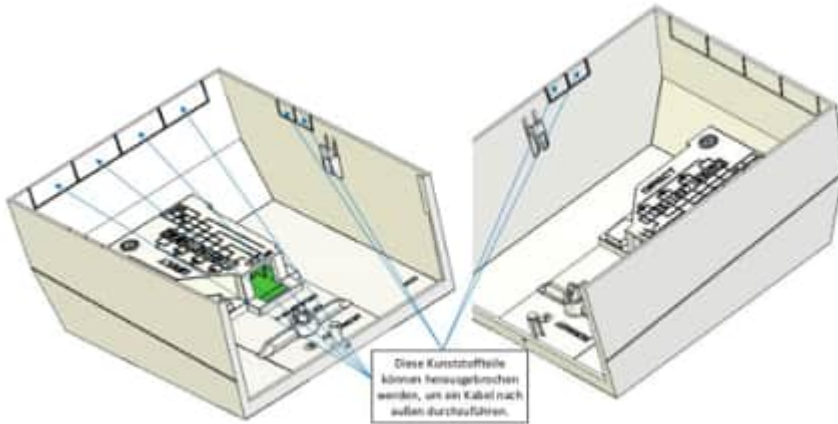

Abbildung 23 – Stellen, an denen ein externes Antennenkabel verlegt werden kann
- Der Anschluss erfolgt über den SMA-Stecker. Es kann ein Loch in der Klemmenabdeckung erzeugt werden, um das Antennenkabel wie in Abbildung 23 dargestellt zu leiten.